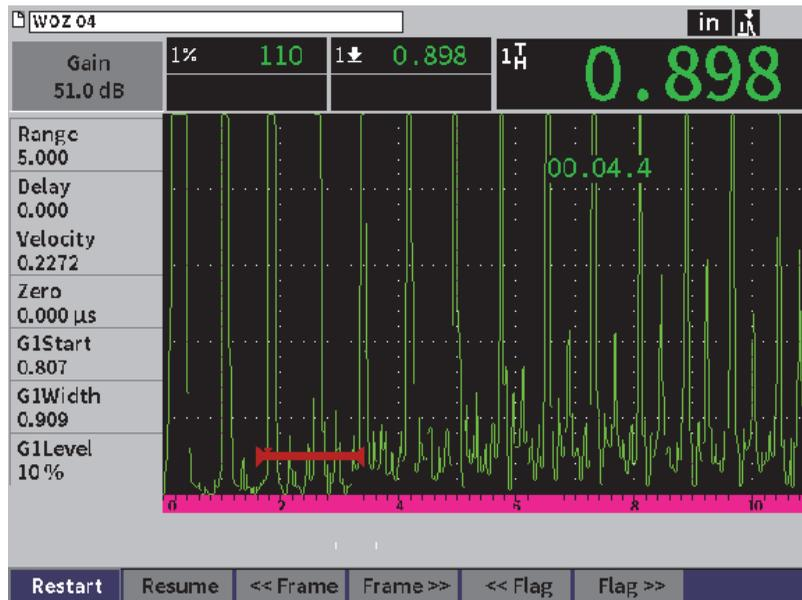

図 9-32 ビデオレビュー設定ページ
3. Enter キーを押してレビューページを表示します (163 ページの図 9-32 参照)。